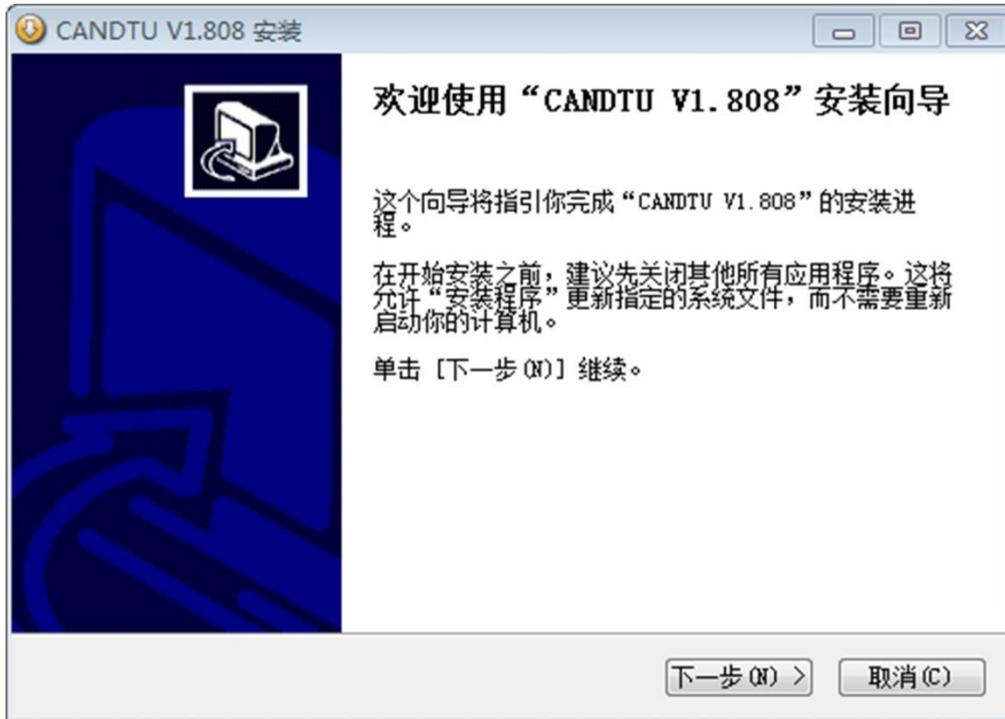

图 4-1 安装向导
1) 双击软件的安装包进行软件安装，弹出如图 4-1 对话框（注:软件版本号以最终官网或者销售人员提供的为准，此处以 V1.808 为例说明）